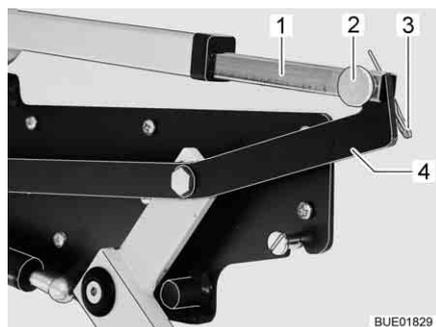

Fig. 140 Entraînement du lit escamotable
- Couper la connexion entre la tige de poussée (Fig. 140,1) et le levier (Fig. 140,4). Retirer pour ce faire la goupille (Fig. 140,3) et la broche (Fig. 140,2).